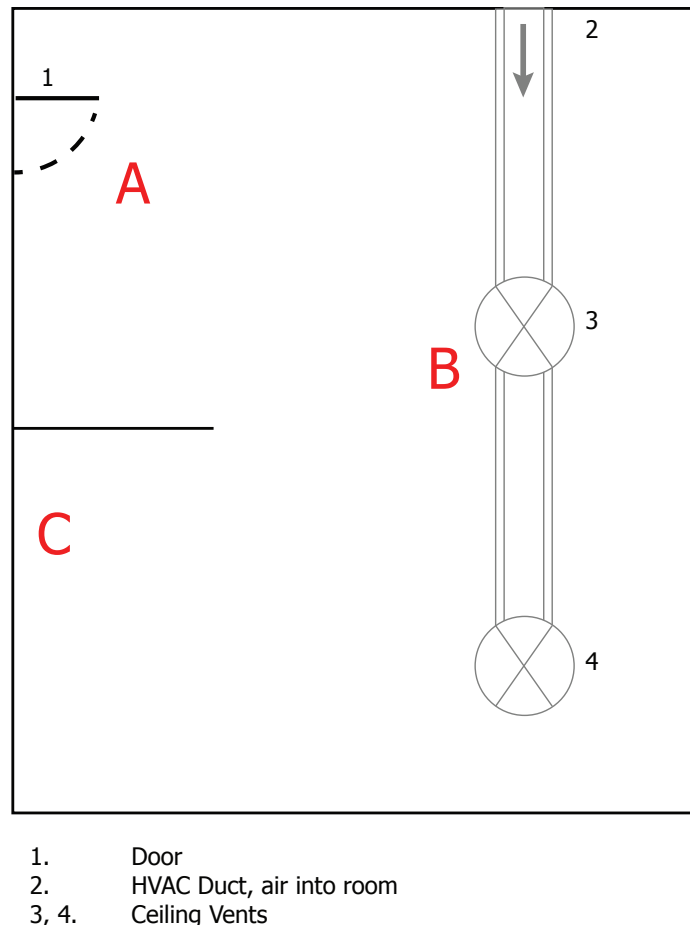

Figure 27 Exemple de mesure dans une salle
1. **Position du capteur de point de rosée** – le capteur verra-t-il une zone de l'environnement qui est représentative de ce que vous voulez mesurer ? Par exemple, vous cherchez à mesurer l'humidité relative d'une pièce qui est contrôlée par la ventilation CVC à chaque extrémité (voir figure 27), vous obtiendrez des lectures très différentes selon que le capteur est positionné au point A, au point B ou au point C. Le point C fournit le point de prélèvement le plus représentatif puisqu'il ne sera perturbé ni par la ventilation, ni par la porte.